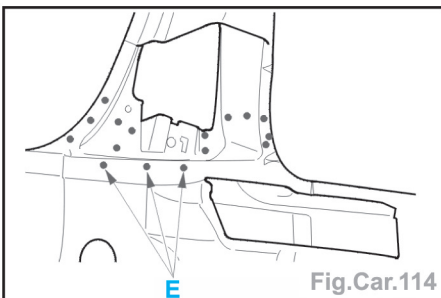

Fig.Car.114
- Poser la doublure de pied central (Fig.Car.114).